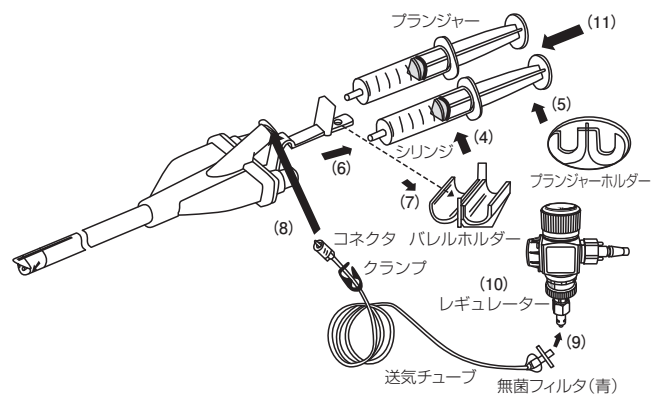

図 2
3. 以下、図2の通り。図中の番号は以下の4～11項の番号に対応する。